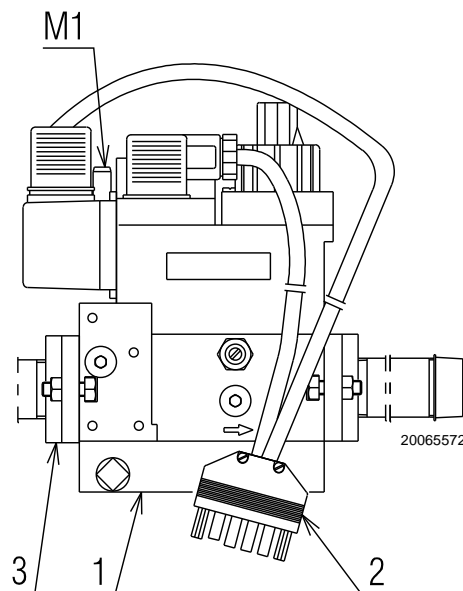

Fig. 15
La rampa gas 1)(Fig. 15) está preparada para ser instalada tanto a la derecha como a la izquierda del quemador.
- desenroscar los tornillos del conector macho de 6 contactos 2)(Fig. 15) de la rampa de gas;